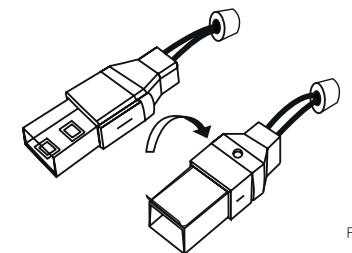

FIG 7.
7. Draai de ledstrip met connector om (zie fig 7).